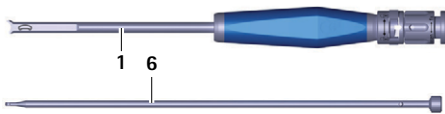

Рис. 12 Установочный инструмент демонтирован
- ▶ Вытянуть стержень 6 из трубки 1, см. Рис. 12.
- ▶ Продвинуть стержень 6 в трубке 1, см. Рис. 12.